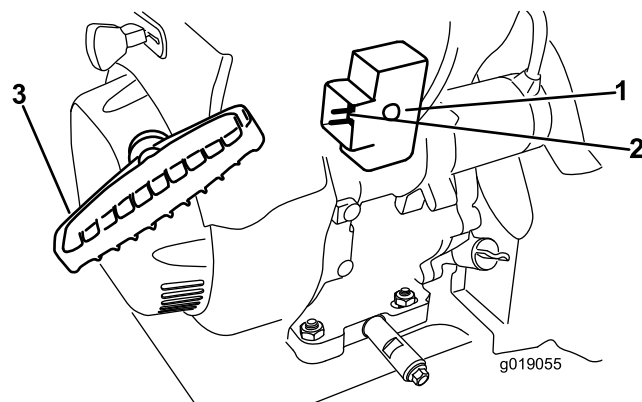

Figure 31
7. Démarrez la machine en tirant sur le lanceur ou en appuyant sur le bouton du démarreur électrique (Figure 31).